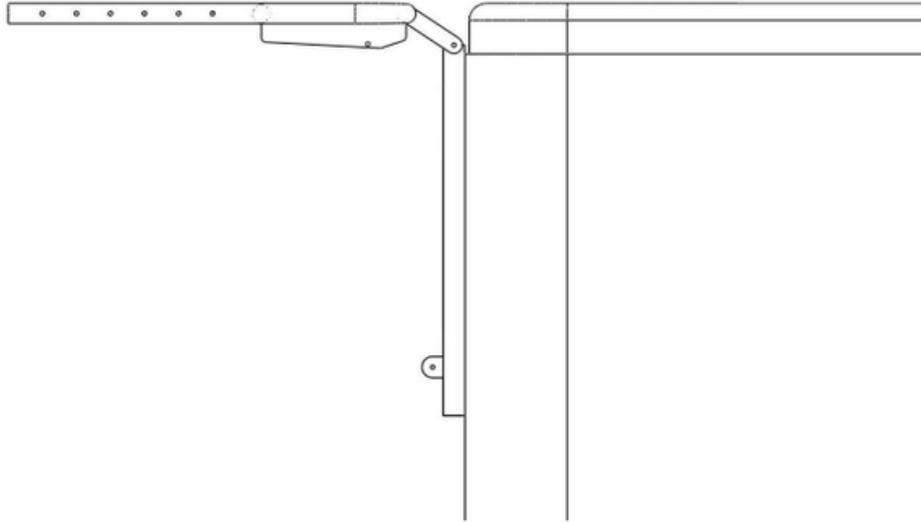

Figure 6
6. Centrez l'unité principale sur le spa, puis le bras amovible, comme illustré en figure 6. Percez les trous pour les vis.